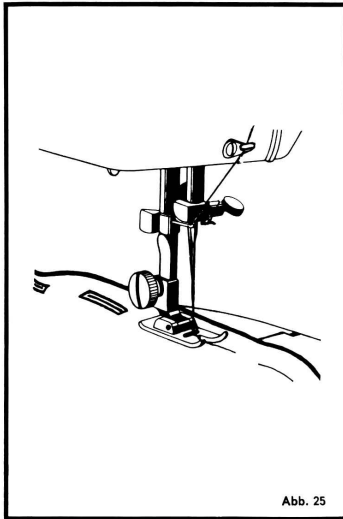

Abb. 25
mit und ohne Einlauffaden. Knopflochfuß (Klarsichtfuß) einsetzen (Abb. 25). Länge des Knopfloches auf den Stoff zeichnen. Stichlageneinstellknopf auf links stellen (L). Zickzack-Einstellknopf auf 2 stellen (s. Seite 15). Stichlänge innerhalb des Knopflochzeichens so einstellen, daß Stiche dicht beieinander liegen. Stoff unter den Knopflochfuß legen.